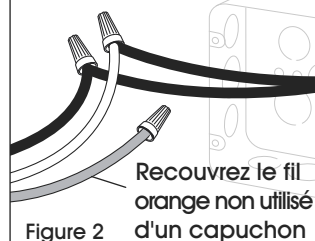

Figure 2
2. Faites passer les fils d'entrée du transformateur à travers le trou central et effectuez les raccordements appropriés. (Voir Figures 2 et 3)
4. Faites passer les fils d'entrée du transformateur à travers le trou central et effectuez les raccordements appropriés. (Voir Figures 2 et 3)